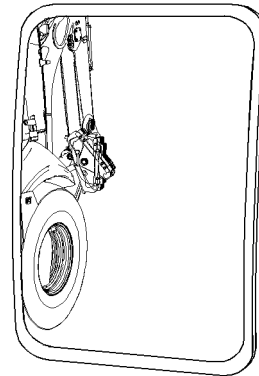

Ilustración 132
Si tiene, ajuste el espejo retrovisor del lado derecho (1) para que un área de por lo menos 1 m (3,3 pies) del lado de la máquina se pueda ver. Consulte la ilustración 132. Ajuste también el espejo retrovisor derecho de manera que se pueda ver lo siguiente: